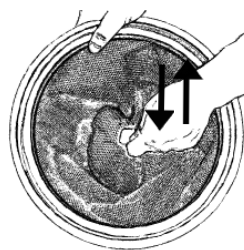

Fig. 23
2. Não retire o filtro do contentor. Em vez disso, sacuda ligeiramente o filtro no interior do contentor para soltar o pó do filtro, permitindo que este caia no contentor. As pegas são facilmente desencaixadas levantando as mesmas até pararem. Quando puxar as pegas para fora removendo-as do aspirador, o depósito solta-se. Fig. 23.